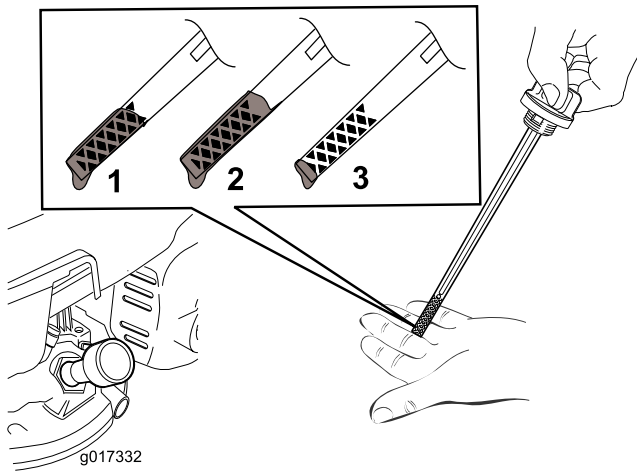

图6
2. 拆下量油尺 (图6)。
注意 向发动机曲轴箱添加机油直到量油尺显示机油油位达到 图6 中所示的正确位置。如果发动机加注机油过多则需要按照 更换机油 \(页码 12\) 的说明去除多余机油。